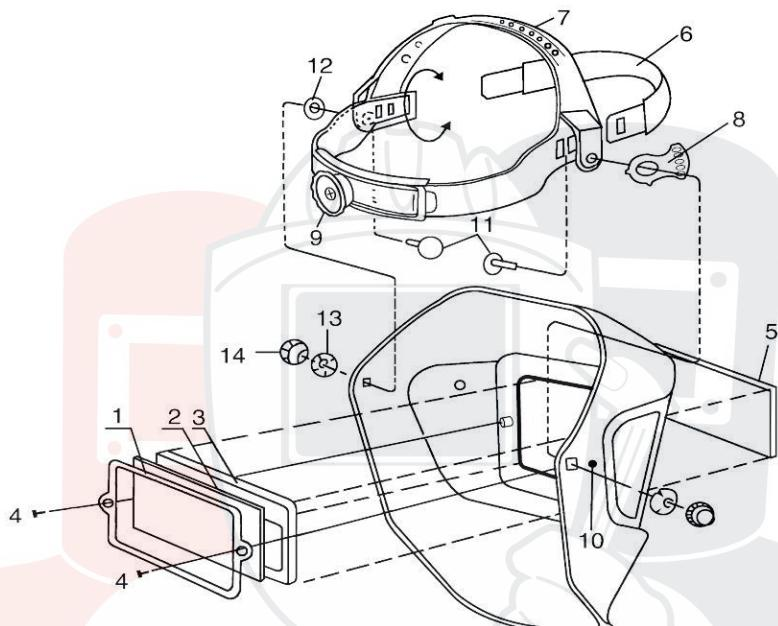

Рис. 2
На рис. 2 представлена схема сборки корпуса маски и подголовника.
- Корпус маски поставляется в сборе со светофильтром. С помощью фиксаторов и гаек соедините корпус маски с наголовником (**рис. 2**).
- Горизонтальная регулировка обхвата головы: нажмите на регулятор (**9, рис. 2**), и поворачивайте рукоять по часовой стрелке, чтобы уменьшить размер наголовника, и против часовой – чтобы увеличить. Маска должна плотно сидеть на голове.
- Вертикальная регулировка системы крепления: уменьшая или увеличивая размер ремня (**7, рис. 2**), отрегулируйте размер наголовника так, чтобы глаза сварщика находились в средней части светофильтра.
- Регулировка наклона маски: отрегулируйте затяжку винтов и положение фиксатора сегментной регулировки (**8, рис. 2**) для удобного угла обзора. Убедитесь, что маска свободно опускается и не сползает.